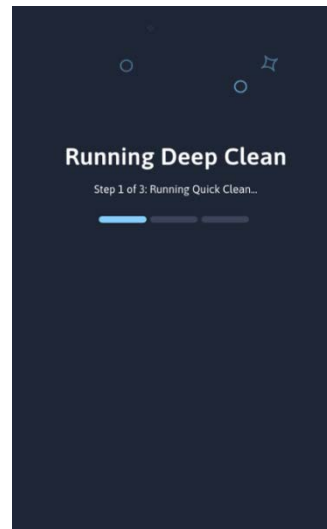

Figura 36
3. O analisador executará automaticamente 2 ciclos de lavagem, realizará a limpeza profunda (3 minutos) e finalizará executando mais 2 ciclos de lavagem (Figura 36). Durante os 3 minutos da limpeza profunda, o dispositivo parecerá estar inativo enquanto o sistema fluidodinâmico absorverá a solução deepCLEAN ou hipoclorito de sódio.